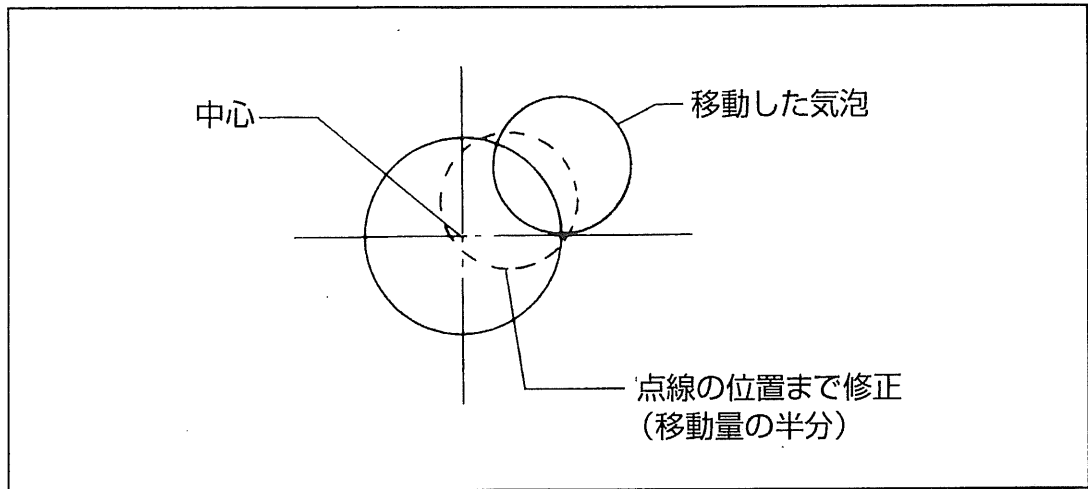

図7
(2) 調整法
- 1 気泡が、中心位置からズレた量の半分を整準ねじで調整します。(図7)